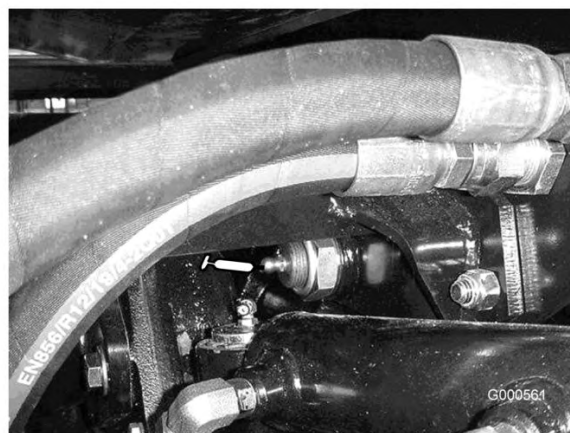

図 25
- ・ 後アクスル・ピボットのブッシュ (2ヶ所) (図 25)